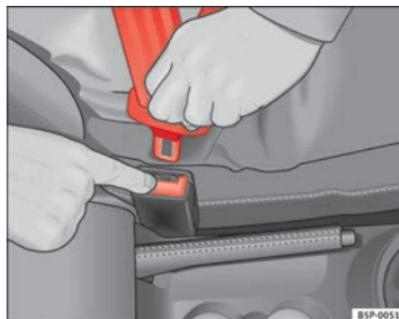

Fig. 16 Soltar a lingueta do fecho do cinto
- Premir o botão vermelho existente no fecho do cinto ⇒ Fig. 16. A lingueta solta-se para fora do fecho ⇒ .